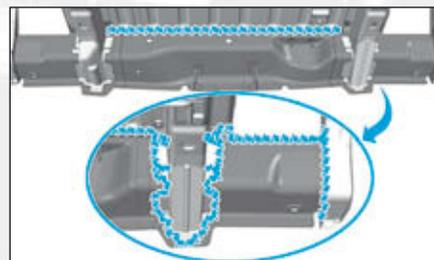

FIG.210
- un mastic d'étanchéité indice «A1» (Fig.210),